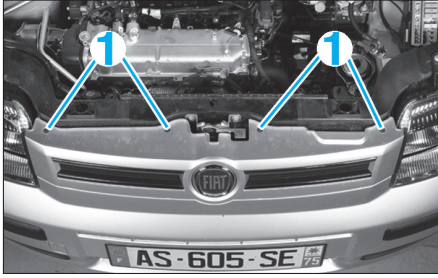

FIG. 95
- Déposer les vis de fixation (1) (Fig.95).